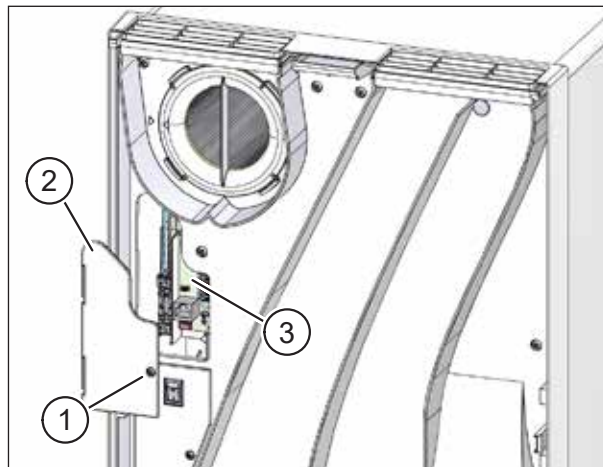

Abb. 23: Elektronikabdeckung abnehmen
- Lösen Sie mit dem Schraubendreher die Torx-Schraube (Pos. 1 in Abb. 23) an der Elektronikabdeckung (Pos. 2 in Abb. 23).
- Nehmen Sie die Elektronikabdeckung ab, um Zugang zur Anschlussplatine (Pos. 3 in Abb. 23) zu erhalten.
- ▶ Setzen Sie die Elektronikabdeckung wieder ein und fixieren Sie diese mit der Torx-Schraube (siehe Abb. 23 auf Seite 40).